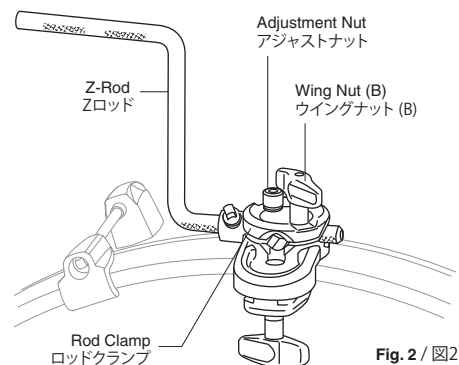

Fig. 2 / 図2
2. Insert the Z-Rod into the Rod Clamp and adjust the position and angle as shown. Tighten the Wing Nut (B) and the Adjustment Nut to secure (Fig.2).
Z をロッドクランプに差し込み位置を調整し、アジャストナットとウイングナット (B) を締めて軽く固定します (図 2)。